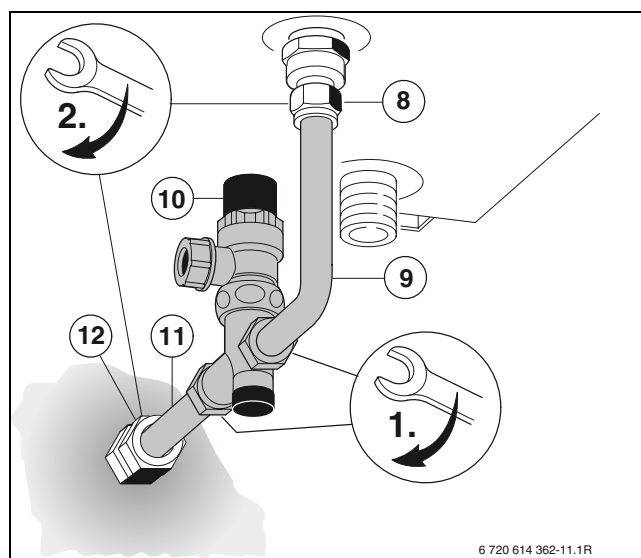

Bild 13
- Die Klemmverschraubungen (8) und (12) nachziehen (→ Bild 13 auf Seite 10).